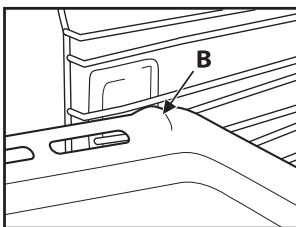

Fig. 2
2. Det andre tilbehøret, som langpanna og bakebrettet, settes inn med den opphøyde delen på den flate seksjonen «B» vendt oppover (Fig. 2).